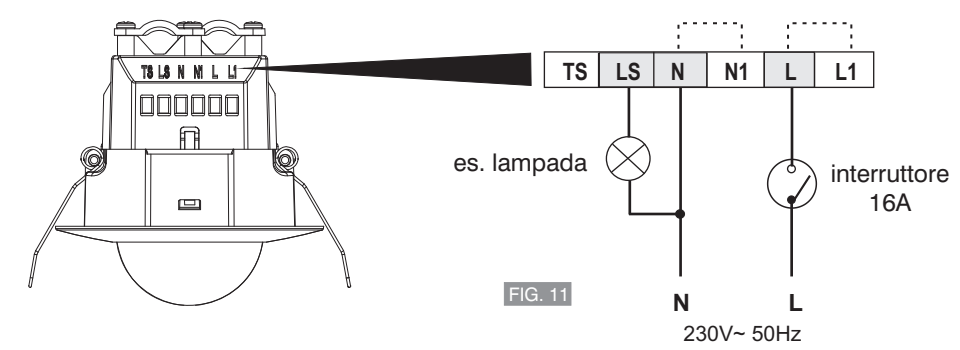

FIG. 11
NOTA: il cablaggio di alimentazione che arriva al rilevatore deve incorporare un interruttore da 16A (fig. 11).
NOTE: make sure that the power wiring comes from circuit with an external 16A miniature circuit breaker (fig. 11). Install the wall switch adjacent to the power source. In this way it is easy to turn the sensor ON or OFF.
- Electrical connection see fig. 11: